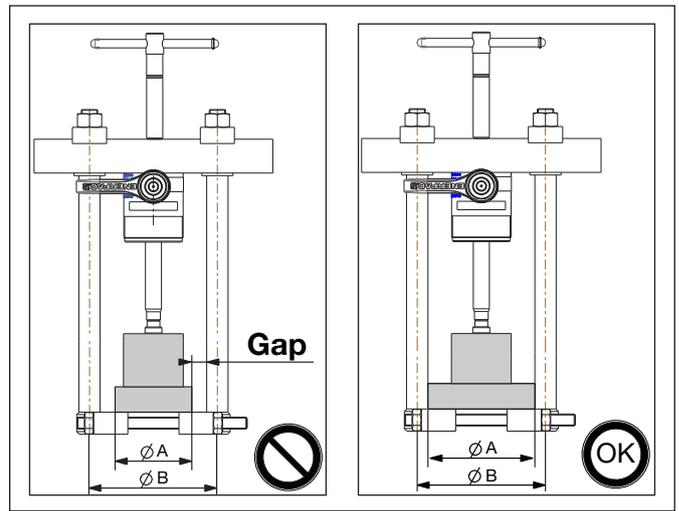

Figura 12, Prevención de la flexión del extractor de alargaderas
**NOTICE** Nunca deje un hueco entre las patas del extractor de alargaderas y el cuerpo de la pieza de trabajo, ya que esto podría dañar el extractor de guillotina (vea la Figura 12).